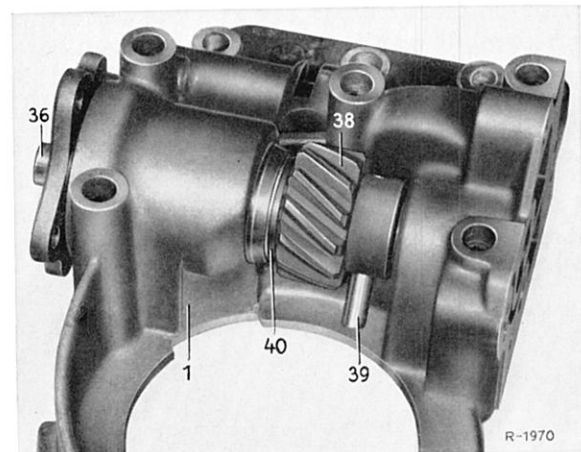

Bild 27–16/12
welle (36) nehmen (Bild 27–16/11).
(50) samt Dichtung (49) abnehmen (Bild 27–